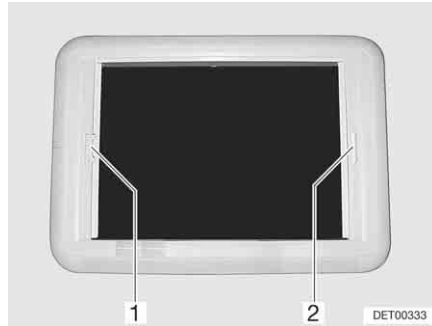

Bild 70 Heki-taklucka, rullgardinslås
- Mörklägningsrullgardinen dras med handtaget (Bild 70,2) till insektsnätets (Bild 70,1) handtag på den motsatta sidan, där det hakas i.
- Tag med den andra handen tag i insektsnätets handtag och tryck låslisten (Bild 70,1) mot handtaget. Spärren lossas.
- Drag, med handtaget (Bild 70,1), insektsnätet till mörklägningsrullgardinens handtag (Bild 70,2) på den motsatta sidan, där det hakas i.
- Håll fast insektsnätets (Bild 70,1) handtag och tryck låslisten mot handtaget. Spärren lossas.